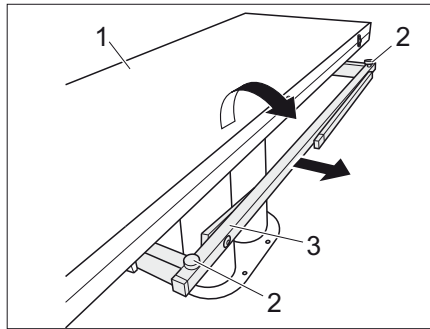

Bild 112 Förstora bord
- Dra ut (Bild 112,3) bordsstödet.
- Fäll ut bordshalvan (Bild 112,1).
- Ställ in önskad höjd på bordsskivan med de två justerskruvarna (Bild 112,2).